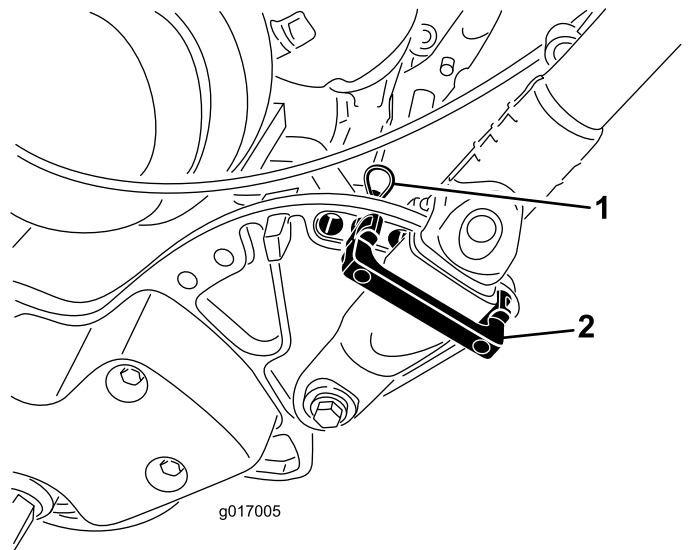

Bild 27
1. Nehmen Sie an jeder Seite der Maschine die Splints aus den Holmhaltern (Bild 27).
2. Stützen Sie den Holm ab. Nehmen Sie die Splints an jeder Seite ab. Drehen Sie den Holm auf die gewünschte Einsatzposition (Bild 27).